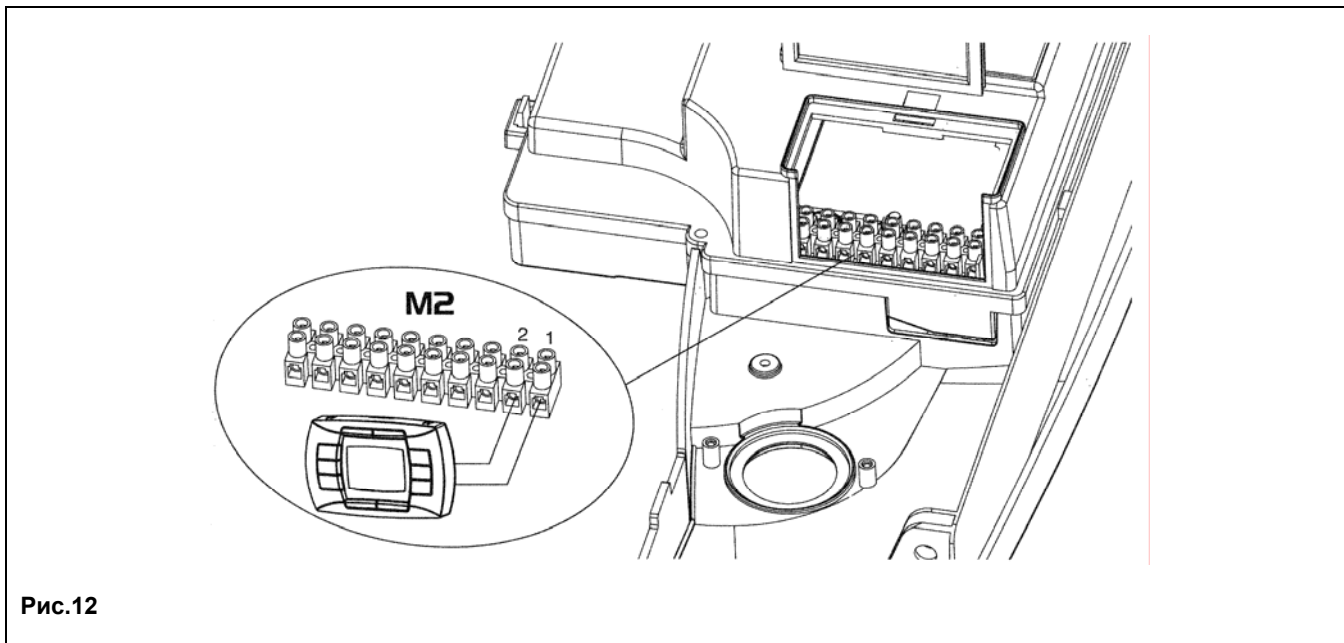

Рис.12
2. открыть доступ к клеммной колодке **M2** как показано на рис.12;
- Открутить винт на штуцере (Pa, рис. 12а) и присоединить к штуцере (Pa) манометр.
- Проверить динамическое входное давление газа (штуцер Pa, рис. 12а). Номинальные давления: **20 мбар** для природного газа, **37 мбар** для пропана или **30 мбар** для бутана.
- Открутить винт на штуцере Pb (рис. 12а) и присоединить к штуцере Pb манометр. Для моделей 240 i/Fi использовать штуцер (3) расположенный на трубе подачи газа (Рис.12 б).
- 1) снять трубку подачи газа (поз.1 на Рис.12б);
- 2) заменить диафрагму, установленную на газовом клапане (поз.2 на Рис.12б);